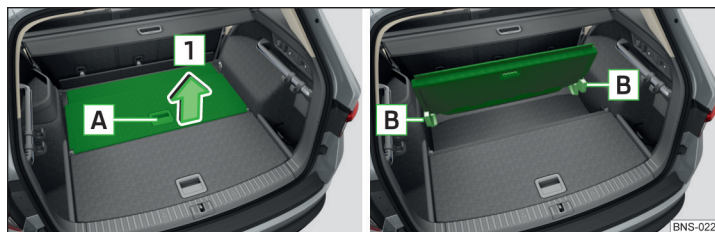

Abb. 161 Vordere Platte hochklappen
- Zum **Hochklappen** der vorderen Platte diese am Griff **A** in Pfeilrichtung **1** anheben. Die Platte wird in die Nuten hinter den Führungsnasen **B** eingeschoben » Abb. 161.